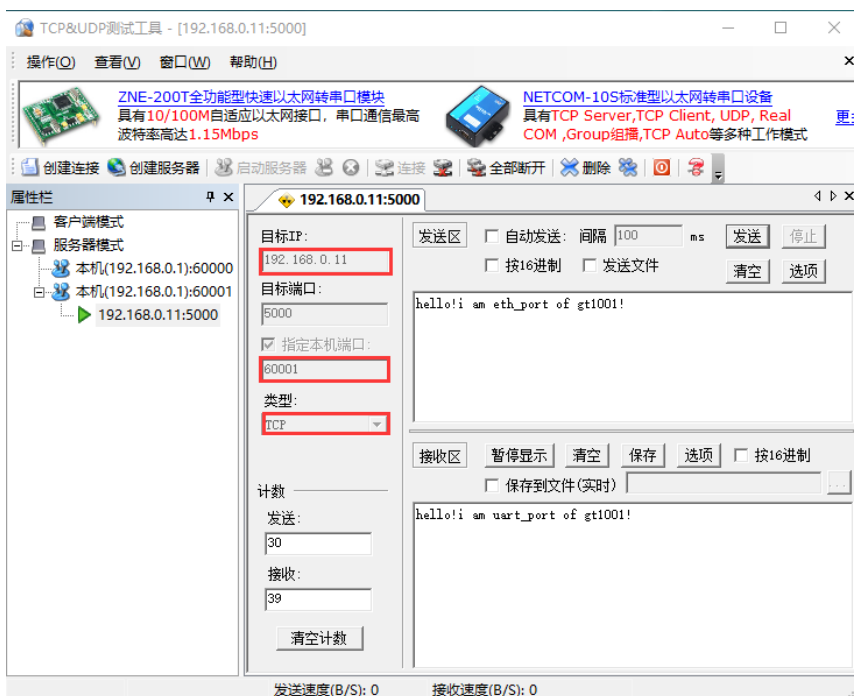

图 6-15 多个电脑端服务器设置界面
(6) 该模式下, 可将多个模块连接在同一台电脑服务器上, 同时实现与多台串口设备的通信, 如图 6-9 所示。此时采用如 6-13 所示的设置方法增加相应的服务器即可, 如图 6-15 所示。